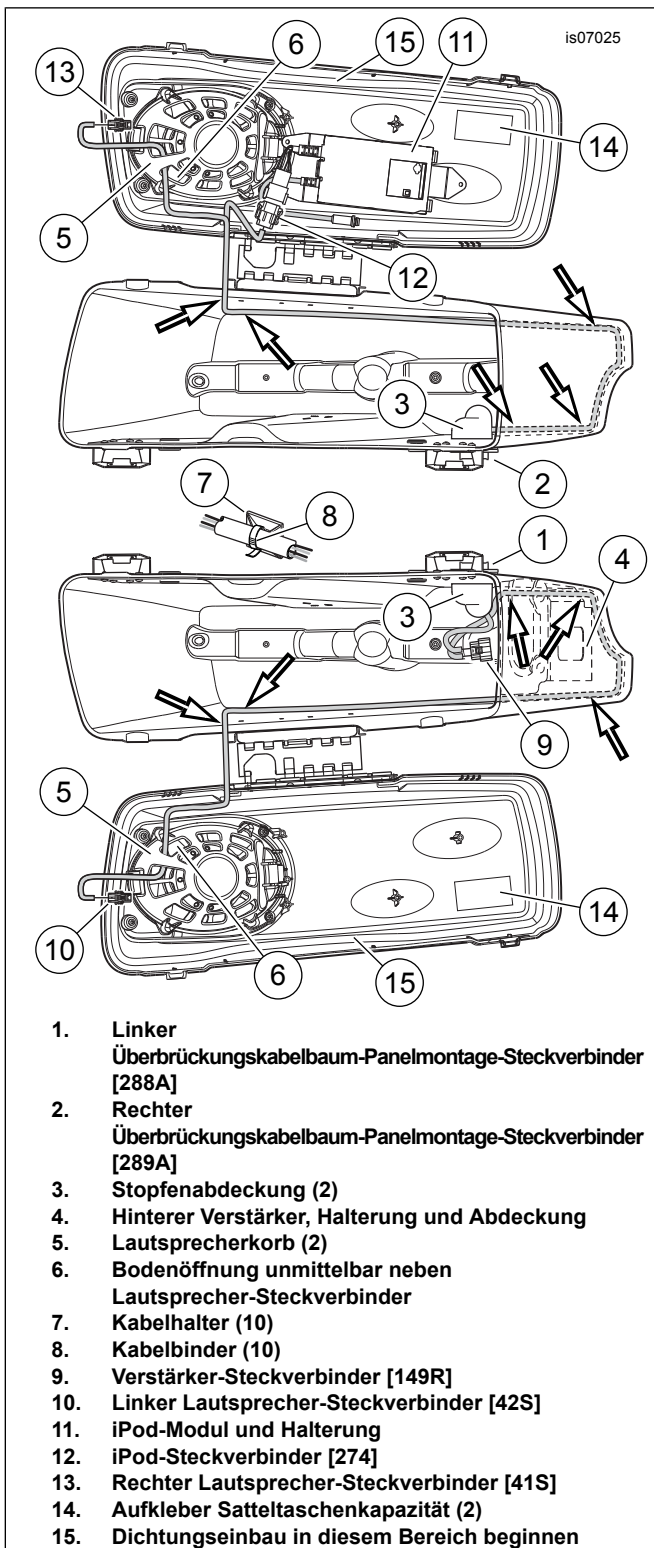

Abbildung 8. Kabelbaumverlegung in Satteltaschen
- Den Einbau der Dichtung in der Mitte der Innenseite des Deckels, gegenüber dem Scharnier beginnen (siehe Abbildung 8, Teil 15).
3. Siehe Abbildung 8. Die Stopfenabdeckung (3) über dem Panelmontage-Steckverbinder (1) und dem Überbrückungskabelbaum von der **Innenseite** der Satteltasche aus einbauen. Zwei Schrauben durch den Steckverbinderflansch und die Satteltaschenwand in die Gewindebohrungen in der Stopfenabdeckung einsetzen. Auf ein Drehmoment von 3,95–4,52 N·m (35–40 **in-lbs**) anziehen
5. Den Steckverbinder [42S] durch die Bodenöffnung (6) im Lautsprecherkorb (5) unmittelbar neben dem Lautsprecher-Steckverbinder verlegen und am Lautsprecher-Steckverbinder anschließen.
6. Fünf Kabelhalter (7) und fünf Kabelbinder (8) aus dem Satz entnehmen. Die Schutzfolie von der Klebstoffseite der Kabelhalter abziehen und an den Innenwänden der Satteltasche ungefähr 25 mm (1 in) über dem Boden der Satteltasche wie abgebildet anbringen. Den Überbrückungskabelbaum mit den Kabelbindern an den Kabelhaltern befestigen.
- Siehe Abbildung 8. **Beide** Zweige des Kabelbaums abwärts, nach hinten um die Außenwand herum und vor dem Halteseil des Satteltaschendeckels aufwärts zum Satteltaschendeckel verlegen.
2. Den Steckverbinder [41S] (Teil 13) durch die Bodenöffnung (6) im Lautsprecherkorb (5) unmittelbar neben dem Lautsprecher-Steckverbinder verlegen und am Lautsprecher-Steckverbinder anschließen .
3. Fünf Kabelhalter (7) an den Innenwänden der Satteltasche, ungefähr 25 mm (1 in) über dem Satteltaschenboden anbringen wie abgebildet. Den Überbrückungskabelbaum mit den Kabelbindern (8) an den Kabelhaltern befestigen.